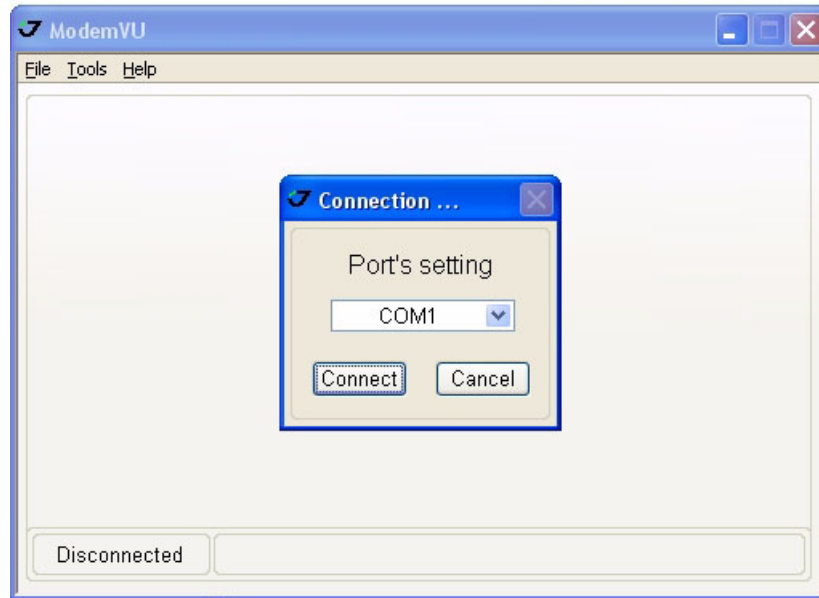

Рисунок 3-1. Соединение с ModemVU
4. Выбрать нужный последовательный порт (COM-порт) компьютера, к которому подключен приемник, для установления связи с ПК и нажать кнопку *Connect* (Рисунок 3-1).